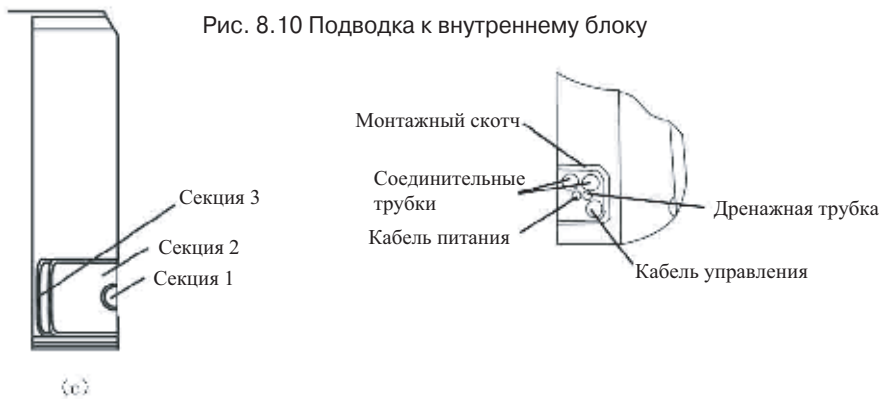

Рис. 8.11
4. Соединительные трубки, межблочные кабели и дренажная трубка обматываются монтажным скотчем затем блок вешается на монтажную пластину (рис. 8.11)